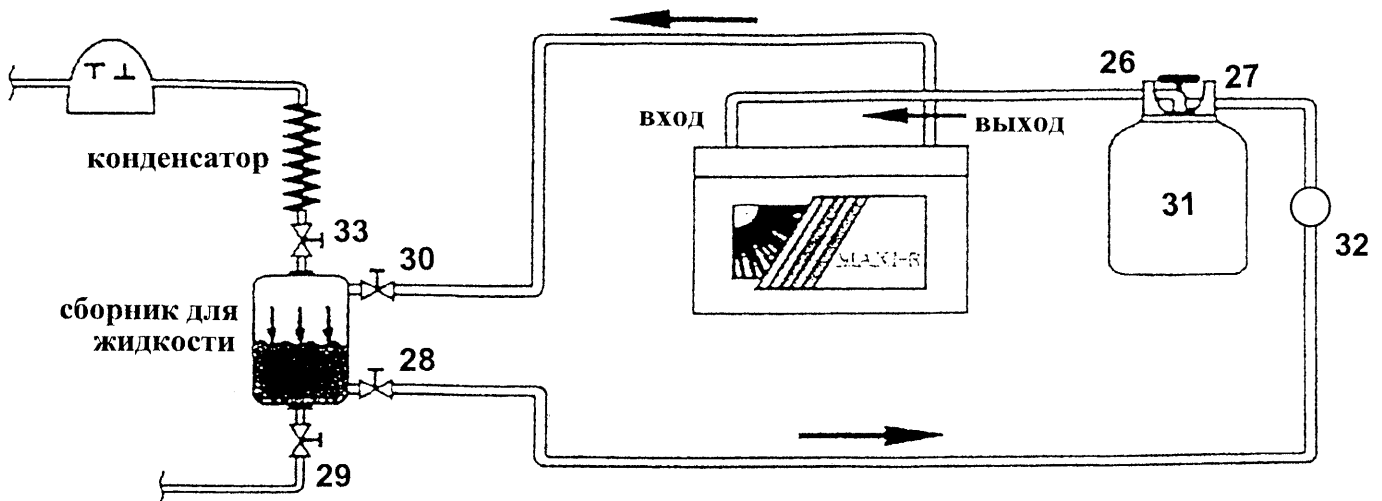

Рисунок 5.
4.3 Подключение станции для перекачки методом „PUSH-PULL”, если сборник оснащён вентилями (см. рис. 5).
4.3.2 Подсоедините MAXI-R к баллону „31” так, как показано на рис. 5.
- в) отсоедините напорный шланг „36” от баллона; шланг всасывания „39” отсоедините от системы, из которой откачивается хладон (см. рис. 5).